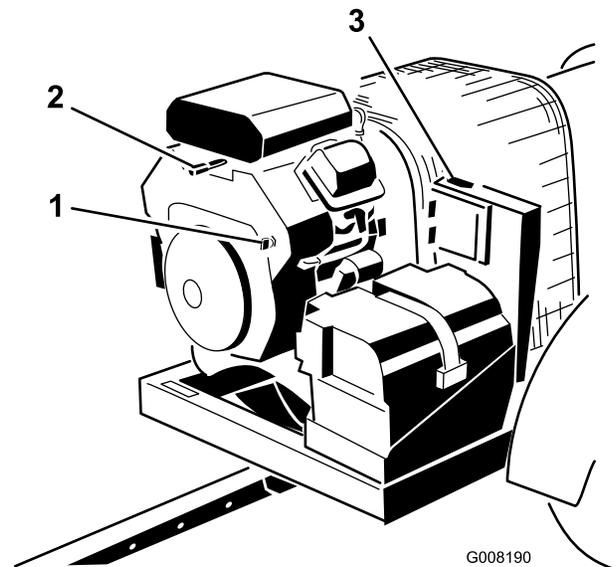

Figura 11
L'interruttore di accensione (Figura 11), utilizzato per avviare e arrestare il motore, presenta tre posizioni: OFF, RUN e START (spento, marcia e avvio). Girare la chiave in senso orario, in posizione di avvio (START), per azionare il motorino di avviamento. Rilasciate la chiave una volta avviato il motore. La chiave ritorna automaticamente in posizione di marcia (ON). Per
Per avviare un motore a freddo, spostare la leva di comando dello starter (Figura 11) in posizione ON.
Il contaore (Figura 11) indica le ore totali di funzionamento della macchina.